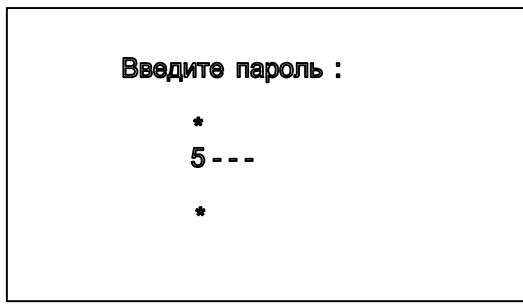

Рис. 11
4.3.12. Установка коэффициента преобразования вибропреобразователя защищена паролем. Для установки коэффициента преобразования подключенного к виброметру вибропреобразователя в подменю (рис. 6) клавишами ▲ ▼ выбрать пункт меню "Коэфф. преобразования" нажать клавишу "—" (правая). На дисплее откроется картинка представленная на рис. 11. Для дальнейшей работы необходимо ввести пароль из четырех цифр указанный в формуляре для виброметра с конкретным серийным номером. Изменение цифр производится клавишами ▲ ▼, перемещение клавишами "+" и "-". После установки последней цифры нажать клавишу "—" (правая).